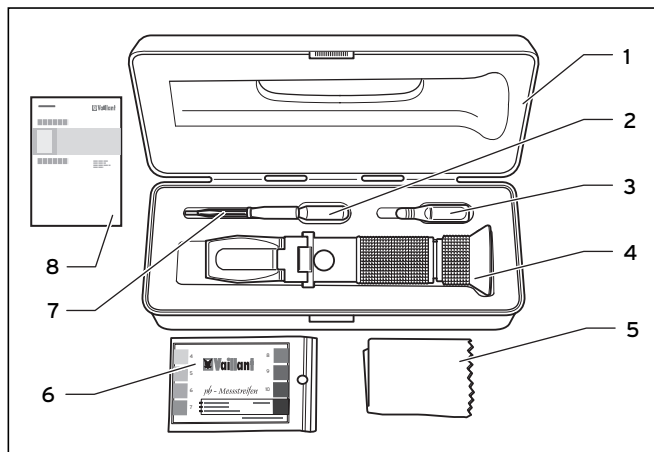
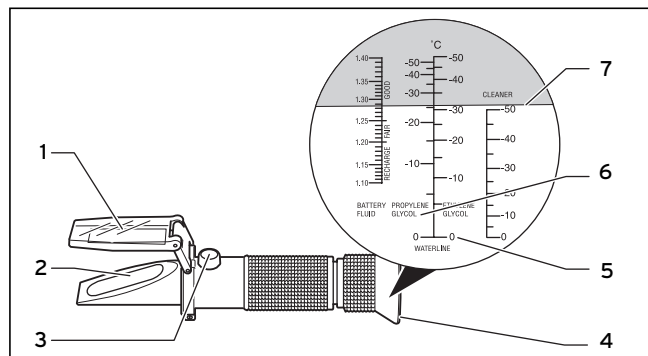

Fig. 3.1 Dotazione rifrattometro
Fig. 4.1 Verifica della protezione antigelo
- Estrarre il rifrattometro (4, Fig. 3.1) dalla sua valigetta di trasporto (1, Fig. 3.1).
- Aprire la piastra di copertura (1, Fig. 4.1) del rifrattometro, applicare 1-2 gocce di acqua distillata sulla superficie prismatica (2, Fig. 4.1) e chiudere la piastra di copertura premendo lievemente sulla superficie prismatica in modo che l'acqua distillata si distribuisca uniformemente sull'intera superficie prismatica senza creare bolle d'aria o lasciare zone asciutte.
- Rivolgere l'estremità appuntita del rifrattometro verso la luce e osservare attraverso l'oculare (4, Fig. 4.1).
- Regolare l'oculare ruotandolo in modo che la linea di confine (7, Fig. 4.1) che separa l'area scura da quella chiara sia ben visibile.
- Impostare la linea girando la vite di regolazione (3, Fig. 4.1) con il piccolo cacciavite in dotazione (7, Fig. 3.1) in modo che coincida con la linea dell'acqua (5, Fig. 4.1).
- Immediatamente dopo la regolazione, pulire con cura la superficie prismatica e la piastra di copertura con l'apposito panno (5, Fig. 3.1).
- Aprire la piastra di copertura (1, Fig. 4.1) del rifrattometro, applicare 1-2 gocce di fluido solare con la pipetta (2, Abb. 3.1) sulla superficie prismatica (2, Fig. 4.1) e chiudere la piastra di copertura premendo lievemente sulla superficie prismatica in modo che il fluido solare si distribuisca uniformemente sull'intera superficie prismatica senza creare bolle d'aria o lasciare zone asciutte.
- Regolare l'oculare ruotandolo in modo che la linea di confine (7, Fig. 4.1) che separa l'area scura da quella
chiara sia ben visibile. Sulla linea di confine, leggere il valore indicato nella scala del glicole propilenico (6, Fig. 4.1).
- Dopo la misurazione, rimuovere immediatamente con attenzione il fluido solare dalla superficie prismatica e dalla piastra di copertura pulendo accuratamente con un panno morbido imbevuto d'acqua e quindi asciugare con il panno in dotazione (5, Fig. 3.1).
- Dopo la taratura del rifrattometro, pulire immediatamente la superficie prismatica (2, Fig. 4.1) e la piastra di copertura (1, Fig. 4.1) con il panno (5, Fig. 3.1).
- Dopo ogni misurazione della protezione antigelo, rimuovere immediatamente con attenzione il fluido solare dalla superficie prismatica e dalla piastra di copertura pulendo accuratamente con un panno morbido imbevuto d'acqua e quindi asciugare con il panno in dotazione (5, Fig. 3.1).
Se la superficie prismatica e la piastra di copertura presentano ancora residui derivanti da una precedente pulizia inadeguata, ogni successiva misurazione della protezione antigelo non risulterà corretta poiché il campione verrà falsato. In questo caso, sarà necessario dapprima pulire accuratamente la superficie prismatica e la piastra di copertura pulendole con un panno morbido imbevuto d'acqua e quindi asciugarle con il panno in dotazione (5, Fig. 3.1).
Se la superficie prismatica e la piastra di copertura sono imbrattate d'olio, grasso o simili, il controllo della protezione antigelo non è possibile poiché il campione del fluido solare viene respinto dalla superficie. In questo caso, sarà necessario dapprima pulire accuratamente la superficie prismatica e la piastra di copertura pulendole con un panno morbido imbevuto d'alcol e quindi asciugarle con il panno in dotazione (5, Fig. 3.1).
- Estrarre l'asticella indicatrice del pH (6, Fig. 4.1) dalla confezione e richiudere immediatamente quest'ultima.